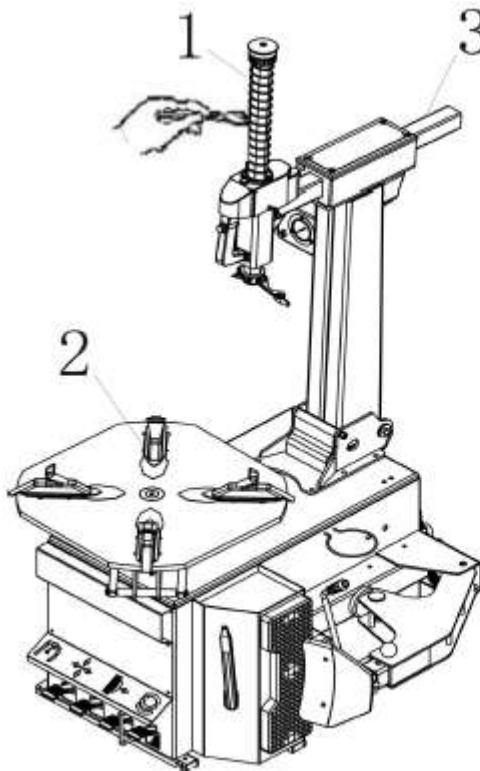

Abb. 42
- Vierkantsäule und andere bewegende Teile sind sauber zu halten (Reinigen mit Diesel bzw. einem anderen geeignetem Reinigungsmittel) und zu schmieren (Schmierpunkte Abb. 42; 1+2+3).